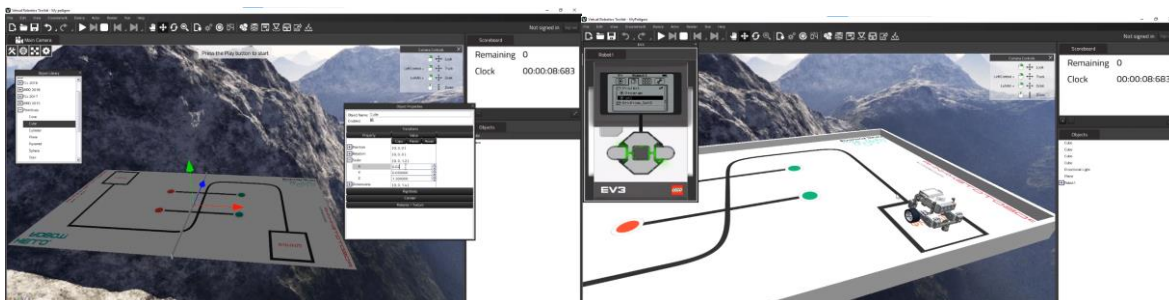

Рисунок 1.8. Создание полигона в среде виртуальной симуляции Virtual Robotics Toolkit
- Создание собственных полигонов (Рисунок 1.8);